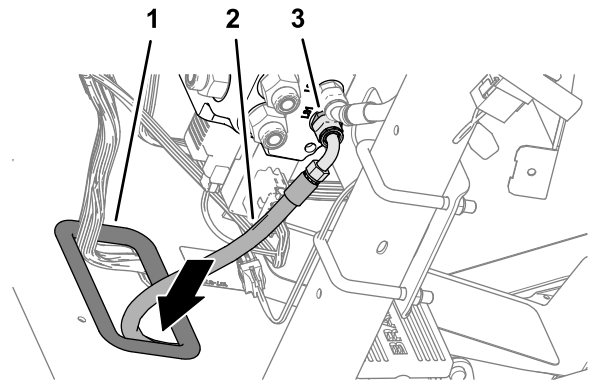

**Figure 113**
1. Assemblez le raccord à 45° du flexible de 6 x 203 mm sur le raccord de l'orifice LS2 de la soupape de direction EHI (Figure 113).
2. Assemblez le raccord droit du flexible de 6 x 203 mm sur le raccord de l'orifice E de la soupape de direction, et serrez les deux raccords de flexible (Figure 113).